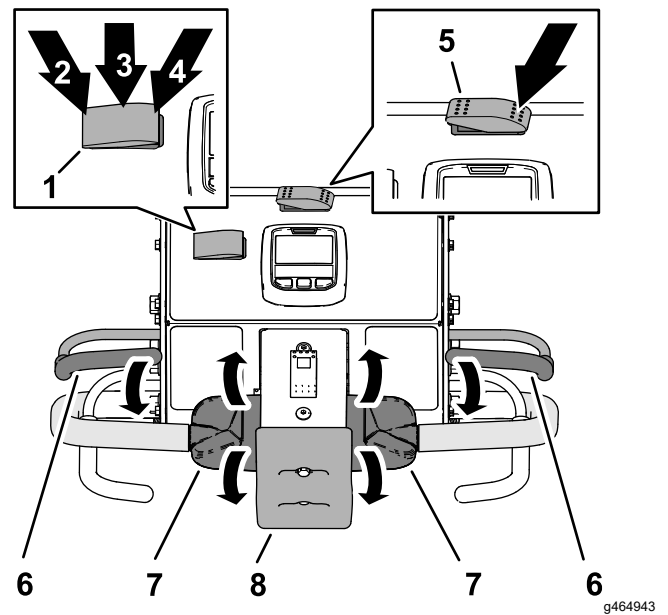

Figure 81
1. Placez la commande de transport/aération à la position TRANSPORT (Figure 81).